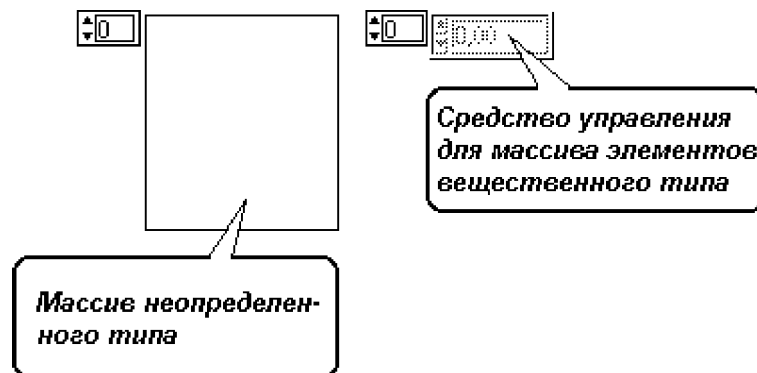

Рисунок 3.12. Этапы определения элементов типа «Массив»
**3.4.1. Массивы.** Выберите из палитры «Array & Cluster» («Массив и кластер») и разместите на лицевой панели пиктограмму объекта типа «Array» («Массив»). Пока тип элементов массива не определен, объект представляет собой пустую квадратную рамку. Для того, чтобы назначить для объекта конкретный тип данных, щелкните правой кнопкой мыши внутри рамки и выберите из всплывающего меню средство управления или индикатор желаемого типа (см. рисунок 3.12).